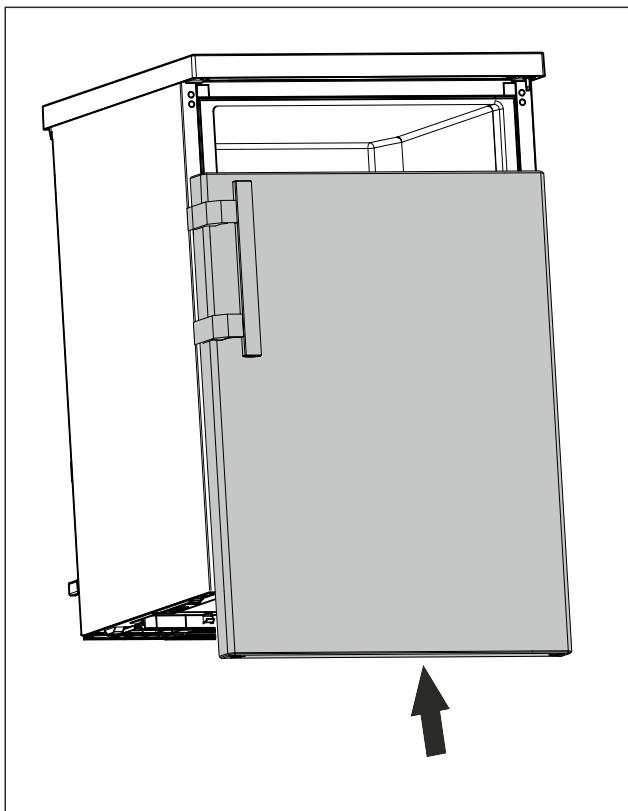

Fig. 20
- Nasuňte dvere v zatvorenom stave na horný čap. (pozri Fig. 20)